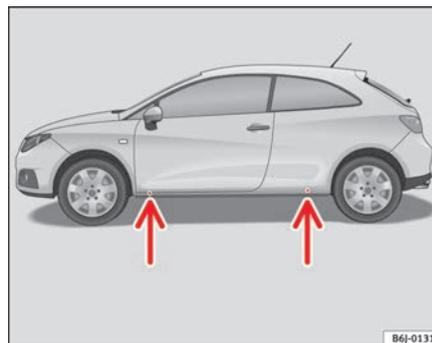

Fig. 136 Pontos de recepção do macaco
- Procure o ponto de recepção na longarina inferior, mais próximo da roda que pretende desmontar ⇒ página 216, fig. 136.
Na longarina inferior há depressões que marcam os pontos em que o macaco deve ser aplicado, à frente e atrás ⇒ página 216, fig. 136. Foi previsto um local em cada roda. O macaco não deve ser aplicado noutros pontos.